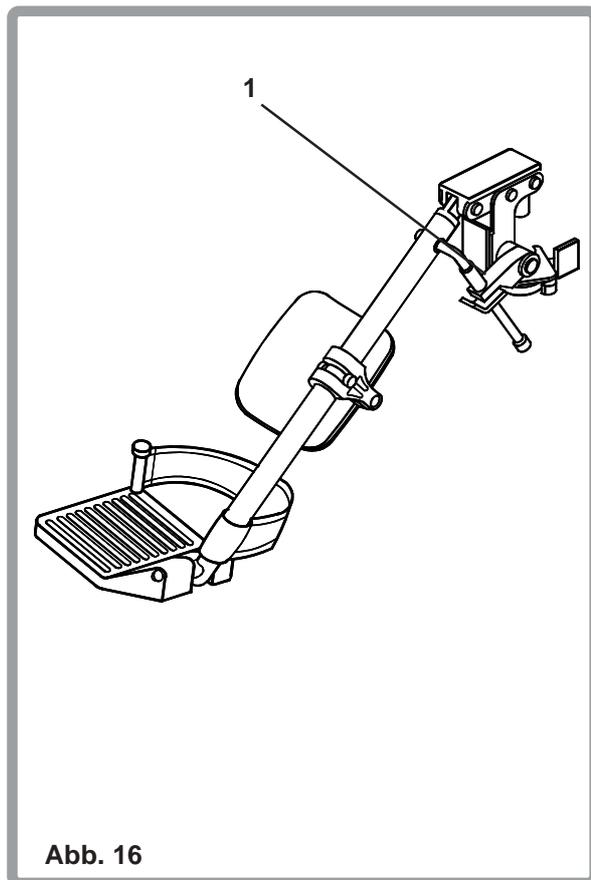

Abb. 16
Das Vorgehen zum Einsetzen oder Entfernen der hochstellbaren Fusstützen ist dasselbe wie bei der abschwenkbaren Fusstützen (siehe Seite 17). Die Fusstützen ( ELR ) rasten automatisch ein, wenn sie angehoben werden. Um sie im Sitzen wieder zu senken, drücken Sie den Auslösehebel (1) und bringen Sie die Stützen wieder in die Ausgangsposition. Sie rasten automatisch ein (Abb. 16).